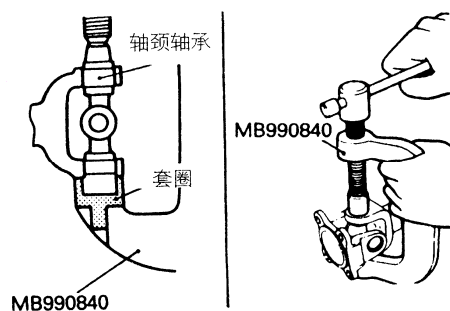
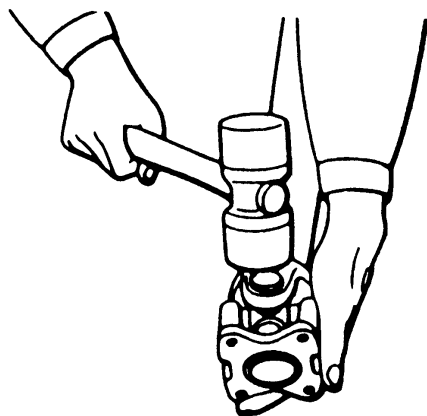

图 3-109 拆卸轴颈轴承
图 3-110 塑料锤子敲打传动轴叉
(2) 拆卸轴颈轴承时，如图 3-109 所示，将套圈可靠地装到专用工具上，用专用工具压住轴颈轴承，并向相反方向压出轴颈轴承。从传动轴叉上拆下轴颈轴承。注意如果轴颈轴承难于拆下，则可用塑料锤子敲打传动轴叉而再拆下（图 3-110）。用专用工具压住轴颈以拆下剩下的轴承，并拆下传动轴叉。